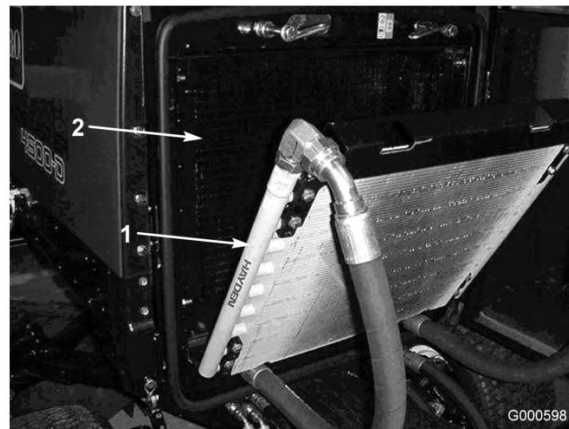

図 53
3. クーラを後ろに傾ける。オイル・クーラとラジエターの裏表を（図 53）圧縮空気です